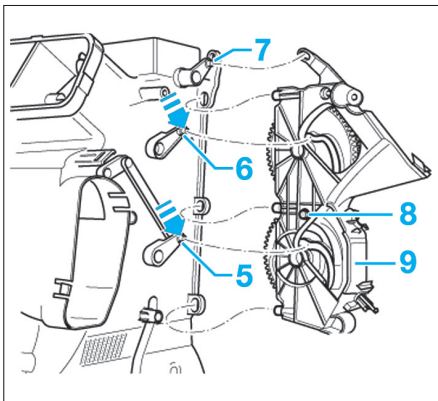

Fig. 14
- Dans cette position, placer une vis M6 (4) dans l'ouverture du pignon inférieur et de l'unité de positionnement (3).
- Amener le levier du volet de diffuseur d'air au plancher (5) et (6) en position inférieure (Fig.14).